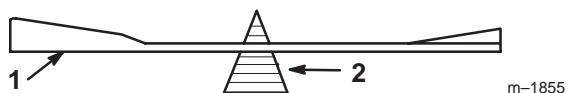

Figure 36
2. Vérifiez l'équilibre de la lame en la plaçant sur un équilibrEUR (Fig. 36). Si la lame reste horizontale, elle est équilibrée et peut être utilisée. Si la lame est déséquilibrée, limez un peu l'extrémité de la partie incurvée seulement (Fig. 37). Répétez la procédure jusqu'à ce que la lame soit équilibrée.